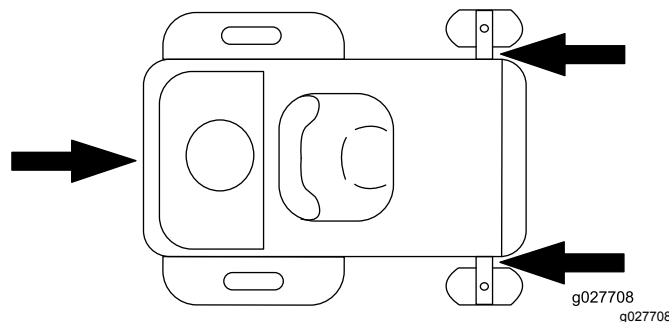

Figura 34
6. Prenda a máquina perto das rodas giratórias frontais e pára-choques traseiro com correias, correntes, cabos ou cordas (Figura 34). Consulte as diretrizes locais relativas a requisitos de dispositivos de fixação.